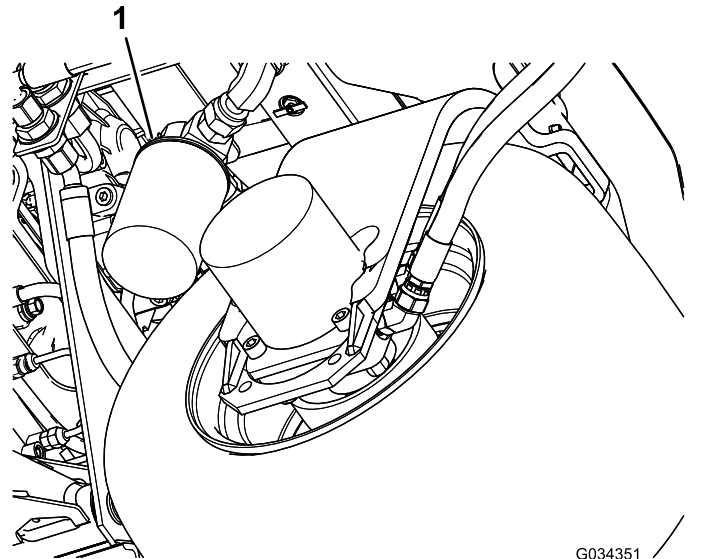

Bild 79
2. Reinigen Sie den Anbaubereich des Filters. Stellen Sie eine Auffangwanne unter den Filter (Bild 79) und entfernen den Filter.